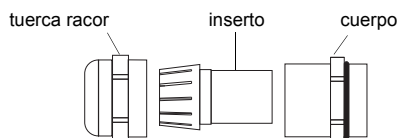

Fig. 6.8: Prensaestopas
- Hacer pasar el cable de alimentación a través de la tuerca racor, el inserto y el cuerpo del prensaestopas (véase Fig. 6.8).
- Fijar el prensaestopas enroscando la tuerca racor en el cuerpo del prensaestopas (véase Fig. 6.8).
- Hacer pasar el cable de salida a través de la tuerca racor, el inserto y el cuerpo del prensaestopas (véase Fig. 6.8).